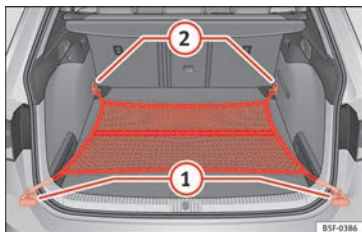

Fig. 181 Dans le coffre à bagages : sac pour filet accroché au niveau du plancher (modèle LEON ST).
- Selon le cas, relevez les œillets d'amarrage avant » fig. 181 (2).
- Fixez les crochets du filet aux œillets d'amarrage (2) » ⚠. La fermeture à glissière du sac doit rester vers le haut.
- Fixez les crochets du filet aux œillets d'amarrage (1).